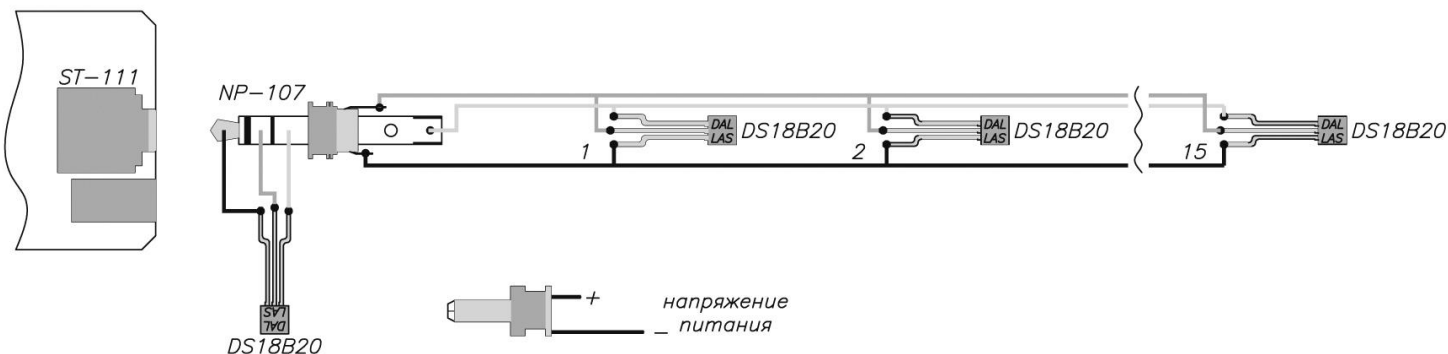

Рис.3 Распиновка разъема питания и датчиков температуры
Рис.3а Способ распайки соединительного кабеля с компьютером (нульмодемный)
- К сетевому адаптеру (в комплект набора не входит), подпаяйте разъем питания, как показано на рис.3.
- Используя монтажный провод (в комплект набора не входит) и штекер, произведите распайку датчиков температуры (рис.3).